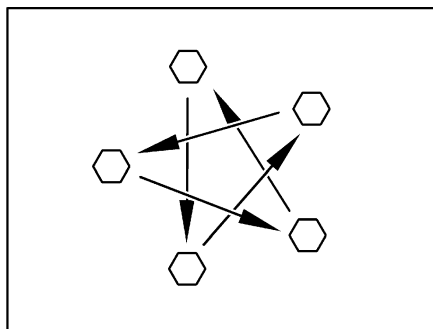

Fig. 404 Serrare a croce i dadi o i bulloni delle ruote
- Controllare regolarmente il serraggio dei dadi o dei bulloni. Regolare a croce (Fig. 404) il serraggio dei dadi o dei bulloni di una ruota sostituita dopo circa 50 km.
- ▶ Serrare a croce i dadi o i bulloni delle ruote (Fig. 404).